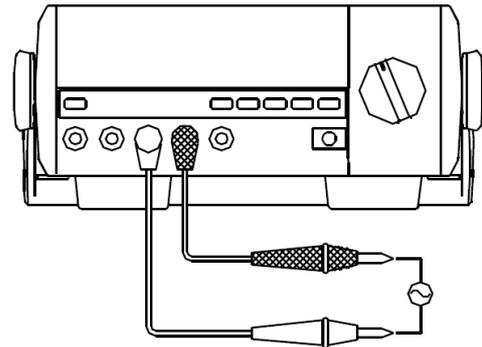

Рисунок 9
G. Измерение частоты (см. рисунок 9)